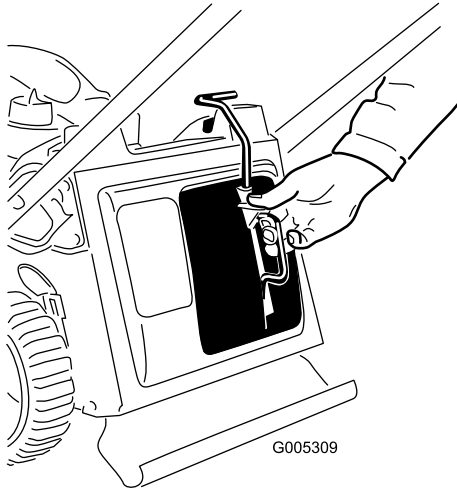
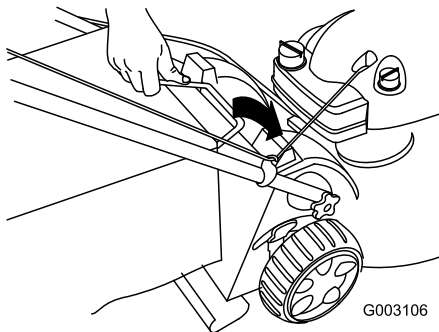

Figura 15
Figura 16
1. Instale el tapón de mulching (Figura 15) o la bolsa de recortes (Figura 16) en el cortacésped.